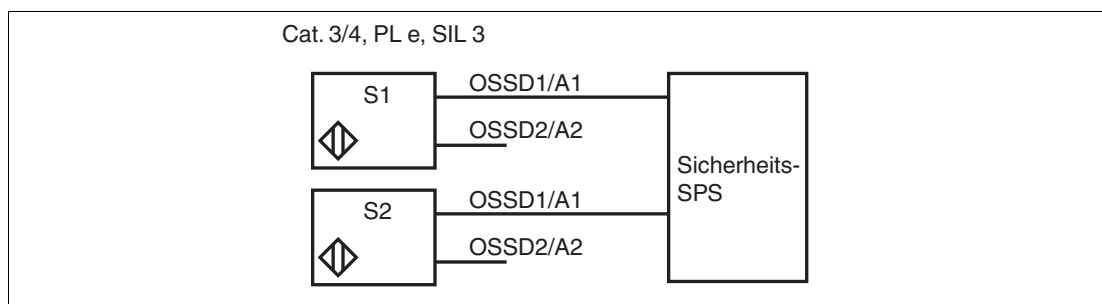

Abbildung 4.4 Beispiel für einen Sicherheitskreis über die Ausgänge OSSD1 von 2 Sensoren
- Falls Sie den Sensor in einem Sicherheitskreis für Kategorie 3/4, PL e, SIL 3 verwenden, schließen Sie 2 Sensoren über ihre OSSD1-Ausgänge an, siehe Abbildung 4.4. Der Ausgang OSSD2 wird in dieser Anwendung nicht beschaltet.